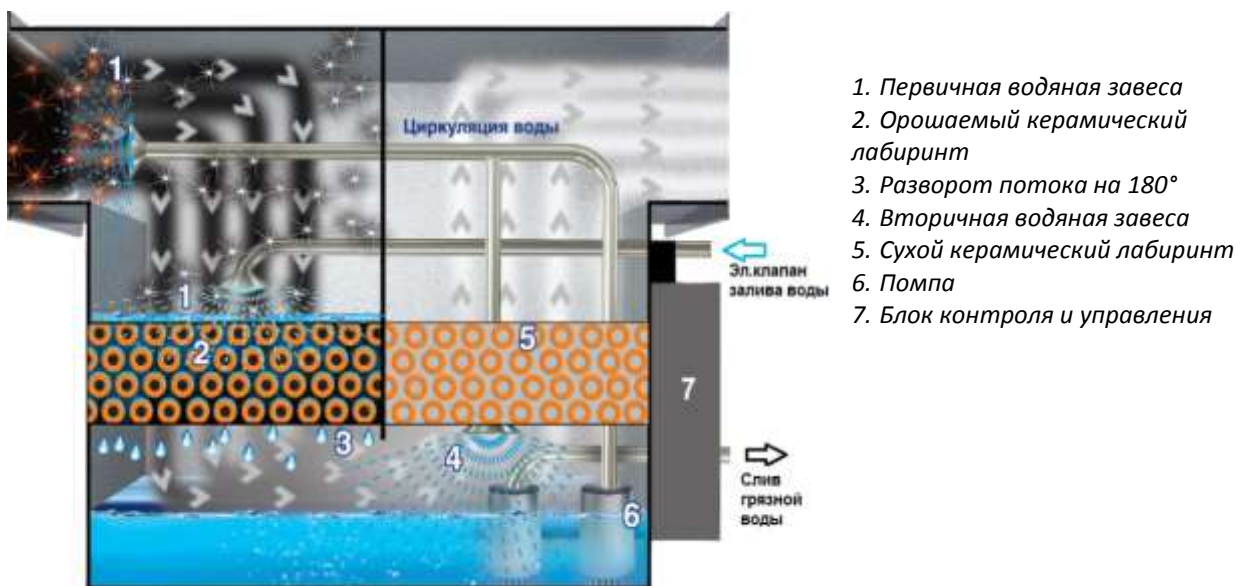

Рис. 3. Функциональная схема «Ятаган «Safe Fire».
- 3.1. Дымовые газы, с температурой до 250°C, от любого источника открытого огня, попадают в приемную камеру фильтрующего искрогасителя через приемный фланец и проходят несколько стадий обработки (Рис.3)
- 6.2. Залив: штуцер «Залив» (Рис. 3, поз. 14) гайка – G 3/4 дюйма (трубопровод Ø20 мм).
- 6.3. Слив: штуцер «Слив» (Рис. 3, поз. 13) гайка – G 3/4 дюйма (трубопровод не менее Ø25 мм) без переходников, уголков и иных фитингов, уменьшающих сечение трубы.
- 6.4. Аварийный слив: штуцер «Аварийный слив» (Рис. 3, поз. 9) – G 1 дюйм (трубопровод не менее Ø32 мм) без переходников, уголков и иных фитингов, уменьшающих сечение трубы.